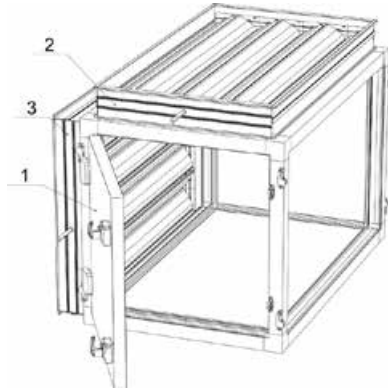

Abbildung 4.7.1
1. Einstufiges Mischteil mit zwei Klappen außen (Abbildung 4.7.1).